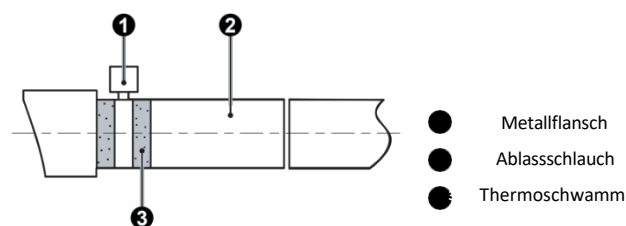

Abb. 4.3.2
- 1 Führen Sie den Abflussschlauch in die Abflussöffnung ein und befestigen Sie ihn mit Isolierband, wie in Abb. 4.3.2 dargestellt. Das Modell wird mit einem Abflussschlauch geliefert, während Sie bei den anderen Modellen den Abflussschlauch selbst beschaffen müssen.